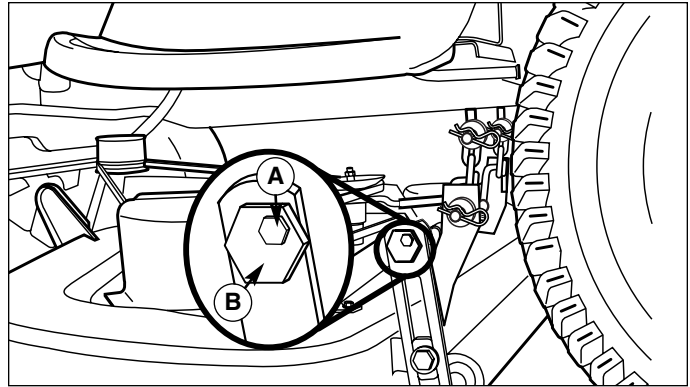

Figure 47. Mise de niveau transversale du carter de coupe
5. Voir la Figure 47. Desserrer l'écrou extérieur (A). Tourner l'écrou excentrique (B) de façon à relever ou abaisser le côté gauche du carter. Lorsque le carter est horizontal, tenir l'écrou excentrique et serrer l'écrou extérieur.